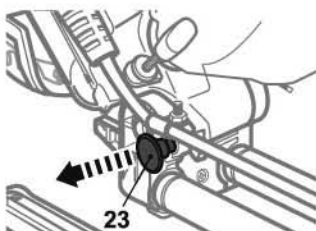

Fig. 46
- Adjust the depth gauge (22) if necessary (Fig. 46).